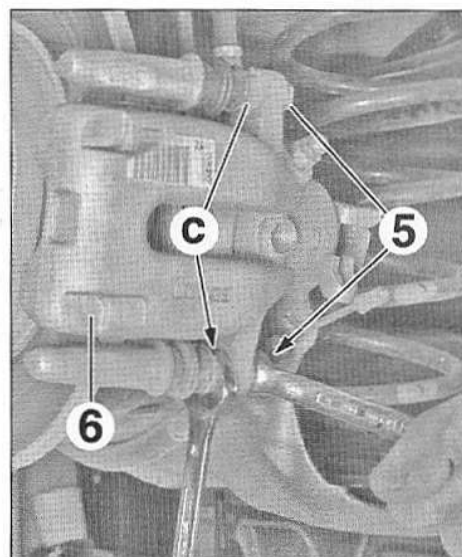

FIG.22
- Déposer les vis (5) en exerçant un contre-couple en (c) (Fig.22).
- Dégager l'étrier (6) de son support.